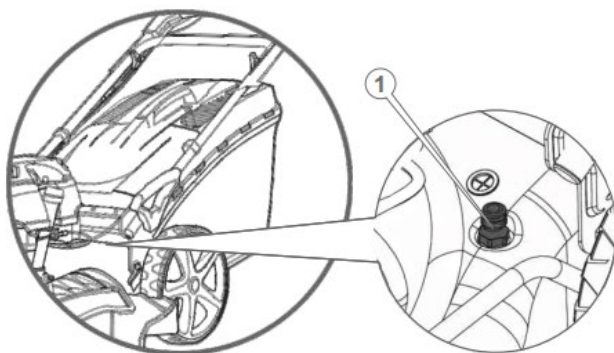

Рисунок 10. Схема розташування штуцера під'єднання подачі води для очищення деки газонокосарки.
1. Надійно під'єднати поливну мережу рукавом до штуцера подачі води (1, рис. 10).